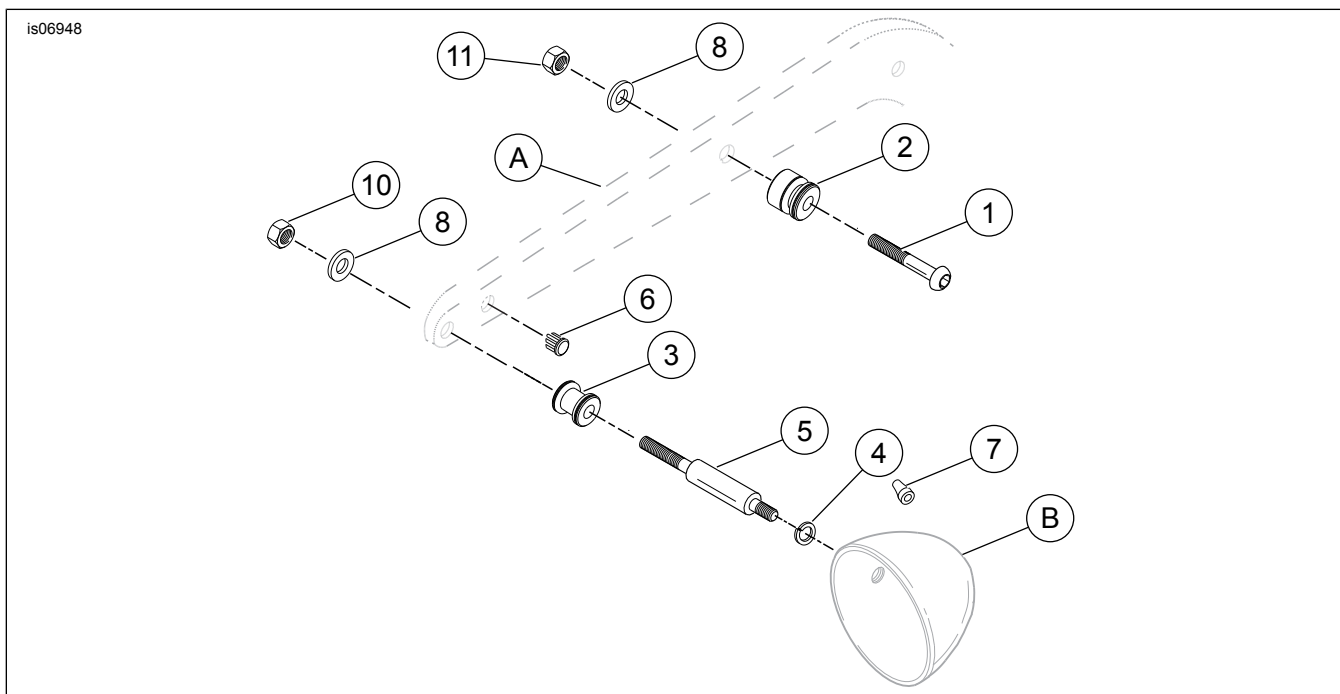

Figura 3. Peças de reposição: Kit de ferragens do ponto de suporte Dyna
Veja a Figura 3 e consulte a Tabela 1.
3. Veja a Figura 3. Remova o parafuso central do suporte do para-lama. Este será o local do ponto de acoplamento dianteiro. O ponto de acoplamento traseiro será no furo traseiro do suporte do para-lama ao longo do pesca.
4. Posicione o lado escareado do ponto de acoplamento dianteiro (2) de modo que ele fique voltado para o suporte do para-lama. Insira o parafuso (1) no ponto de acoplamento (2) e no para-lama. E, então, instale a arruela (8) e a porca de travamento (11) no lado interno do para-lama. Aperte com torque de 37 N·m (27 ft-lbs).
3. Corte os fios dentro do alojamento do pisca a cerca de 7,6 cm (3 pol.) de distância do ponto onde os fios se conectam ao fundo do soquete da lâmpada. Na parte de baixo do para-lama, retire a ponta dos fios que estão dentro do suporte do alojamento do pisca (4) para dentro do espaço interno do para-lama.
4. Remova e descarte o parafuso de 5/16 pol. e a arruela de pressão (6) que prendem o pisca traseiro ao para-lama. O parafuso e a arruela estão localizados dentro do para-lama.
5. Veja a Figura 3. Instale a arruela de pressão (4) e o alojamento do pisca traseiro sobre a extremidade rosqueada (5/16-24 x 3/8 pol.) da haste do pisca (5) do kit. Aperte com firmeza. Tome cuidado para não riscar nem estragar o acabamento cromado dos componentes.
6. Insira os fios através da porca de travamento (10), da arruela (8) e do furo traseiro do suporte do para-lama.
8. Coloque o ponto de acoplamento traseiro (3) na extremidade longa rosqueada da haste do pisca (5) com o lado escareado voltado para o suporte do para-lama. Introduza os fios do pisca na parte longa rosqueada da haste do pisca (5). Se os fios ficarem presos dentro da haste do pisca (5), aplique uma gota de detergente de louça líquido na ponta dos fios e insira-os novamente. Limpe o excesso de detergente dos fios do pisca. Introduza a haste do pisca traseiro no furo de montagem traseiro do suporte do para-lama e no para-lama traseiro.
9. Instale a arruela lisa (8) e a porca de travamento (10) na haste do pisca, dentro do para-lama traseiro. Aperte com os dedos.
11. Instale o plugue cromado (6) no furo do suporte do para-lama usado anteriormente para o fio do pisca. Para se conseguir um encaixe justo, pode ser necessário afastar um pouco os dentes do plugue. Para afastar os dentes, prenda a extremidade do plugue com firmeza e, usando um alicate, dobre cada um dos dentes ligeiramente para fora. Repita, conforme necessário, para assegurar um encaixe justo.